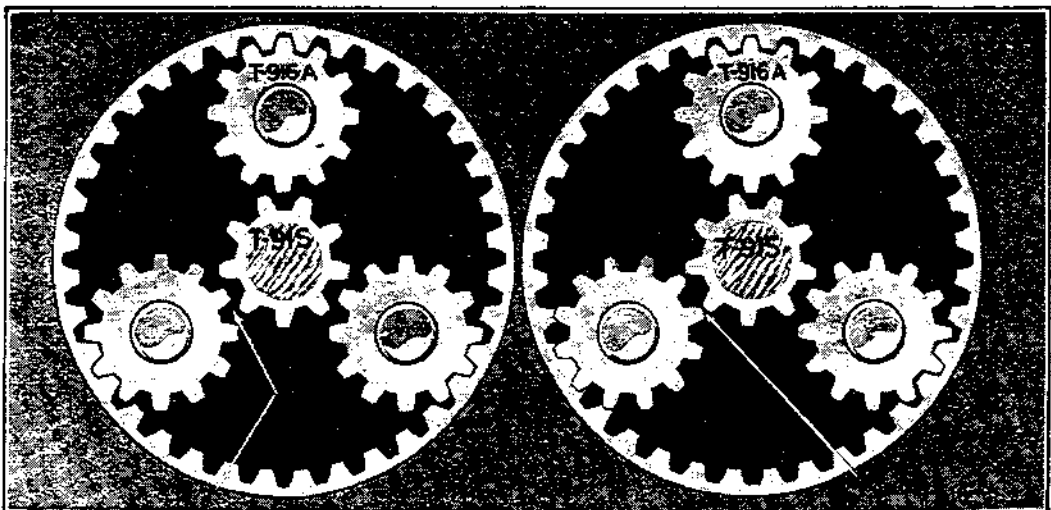

Fig. 396
**774** — Le montage d'un pignon d'entraînement, type rapport 5/1, avec des satellites du type rapport 4/1, pourrait provoquer un accident grave dû au verrouillage des pignons, ceux du nouveau modèle étant beaucoup plus petits. (Voir fig. 396.)